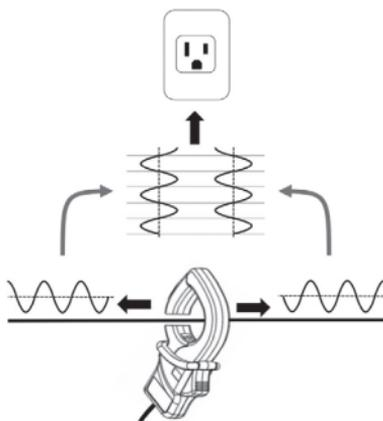
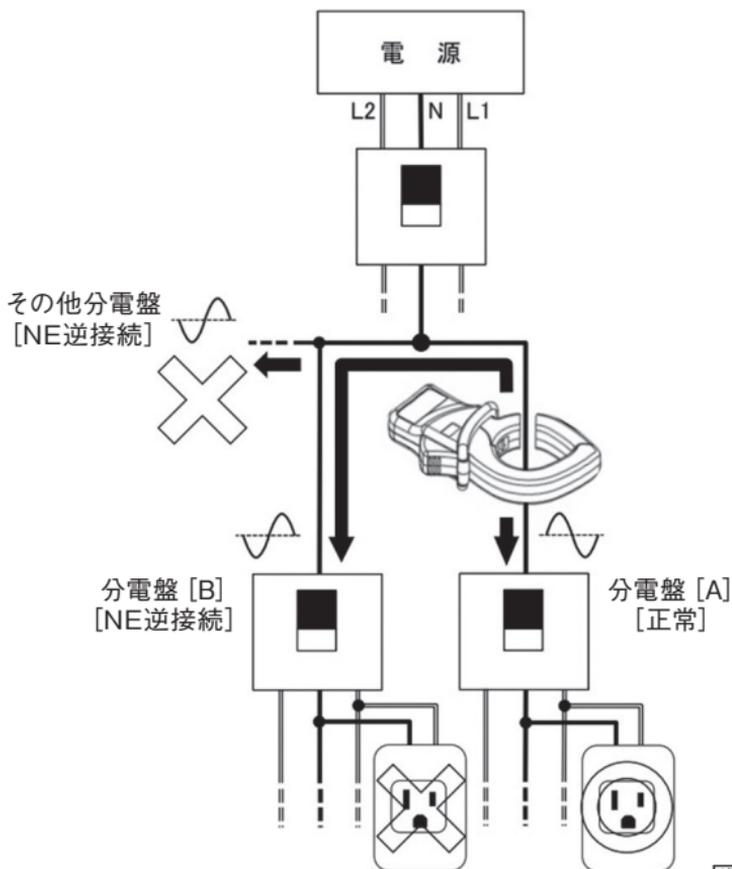

図5-4
図5-5
- 図5-4のように、試験電圧注入用クランプの向きによって、中性線(N)に印加する試験電圧の位相が180度変わります。KEW 4505は試験電圧信号の極性(位相差)によってコンセントテストを行うため、まちがった向きに試験電圧注入用クランプをクランプすると、判定対象のコンセントが [正常] な状態であっても、[NE逆接続] と判定してしまいます。
この時、前項の図5-4にて説明した、測定対象のコンセントから見える試験電圧注入用クランプの向きにより、図5-5の分電盤[B]から配線したコンセントのように [正常] な配線状態であっても、KEW 4505は [NE逆接続] と判定します。接続する分電盤の中性線 (N) と測定対象のコンセントとの方向、およびクランプしている分電盤の位置とを十分に確認してから接続してください。
- 図5-6のように、試験電圧注入用クランプを配電盤に近い位置へクランプすることで、前頁図5-5の分電盤 [B] から配線したコンセントであっても、正しく [正常] と判定できますが、判定対象ではないその他の分電盤から配線したコンセントに、複数の負荷を接続した状態で、かつそれらの負荷が駆動状態であった場合、KEW 4505が [判定不可] になる場合があります。そのため、図5-6の位置への接続は推奨いたしません。